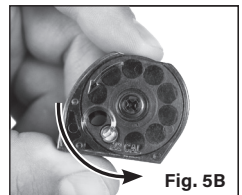

Fig. 5B
- Gire el cilindro en sentido contrario a las agujas del reloj hasta el siguiente espacio abierto (Fig. 5B).